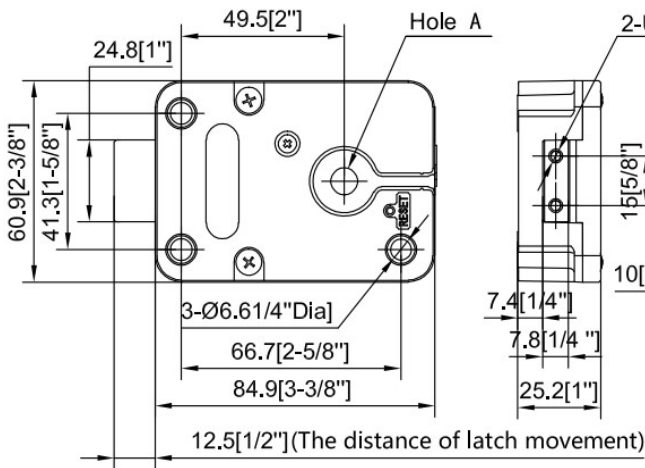

Fig. 3
3. Bohren und schneiden Sie drei Befestigungslöcher für drei M6-Schrauben in die Montageplatte der Tresortür, bzw. Riegelwerks. (Abb. 3) Bestimmen Sie die Einbauposition des Schlosses anhand der Riegelwerkskonstruktion. Die Spindelaufnahme des Schlosses (Abb. 3, Hole A) muss exakt gegenüber des Türdurchbruchs für die Spindel liegen. Die Spindelaufnahmen der Eingabeeinheit-Basis und des Schlosses müssen auf gleicher Höhe liegen. Die Spindel muß in Waage und nicht verkantet montiert werden.